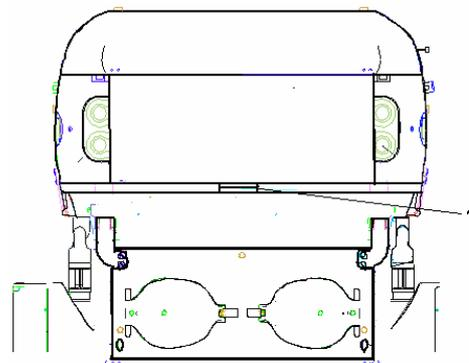

Рисунок 2.3.3 – Вид на ручку поддона
- полностью откинуть боковую дверцу (рисунок 2.3.3), переведя ее в отвесное положение;
- выдвинуть до упора поддон с матрасиком за ручку 1 (см. рисунок 2.3.3);